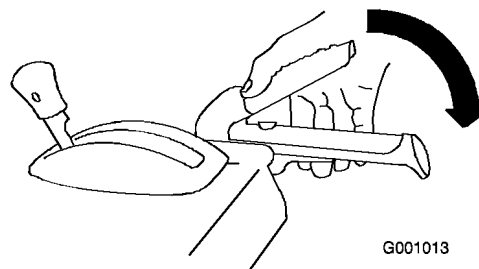

Bild 29
1. Drücken Sie zum Einkuppeln des Schnecken-/Gebläseradtriebs den rechten Hebel (Schnecke/Gebläserad) zum Handgriff (Bild 29).